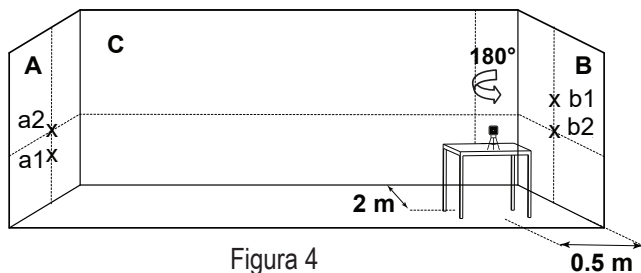

Figura 4
- 12) Sulla parete A, contrassegnare il punto di intersezione come a2 (vedere figura 4).